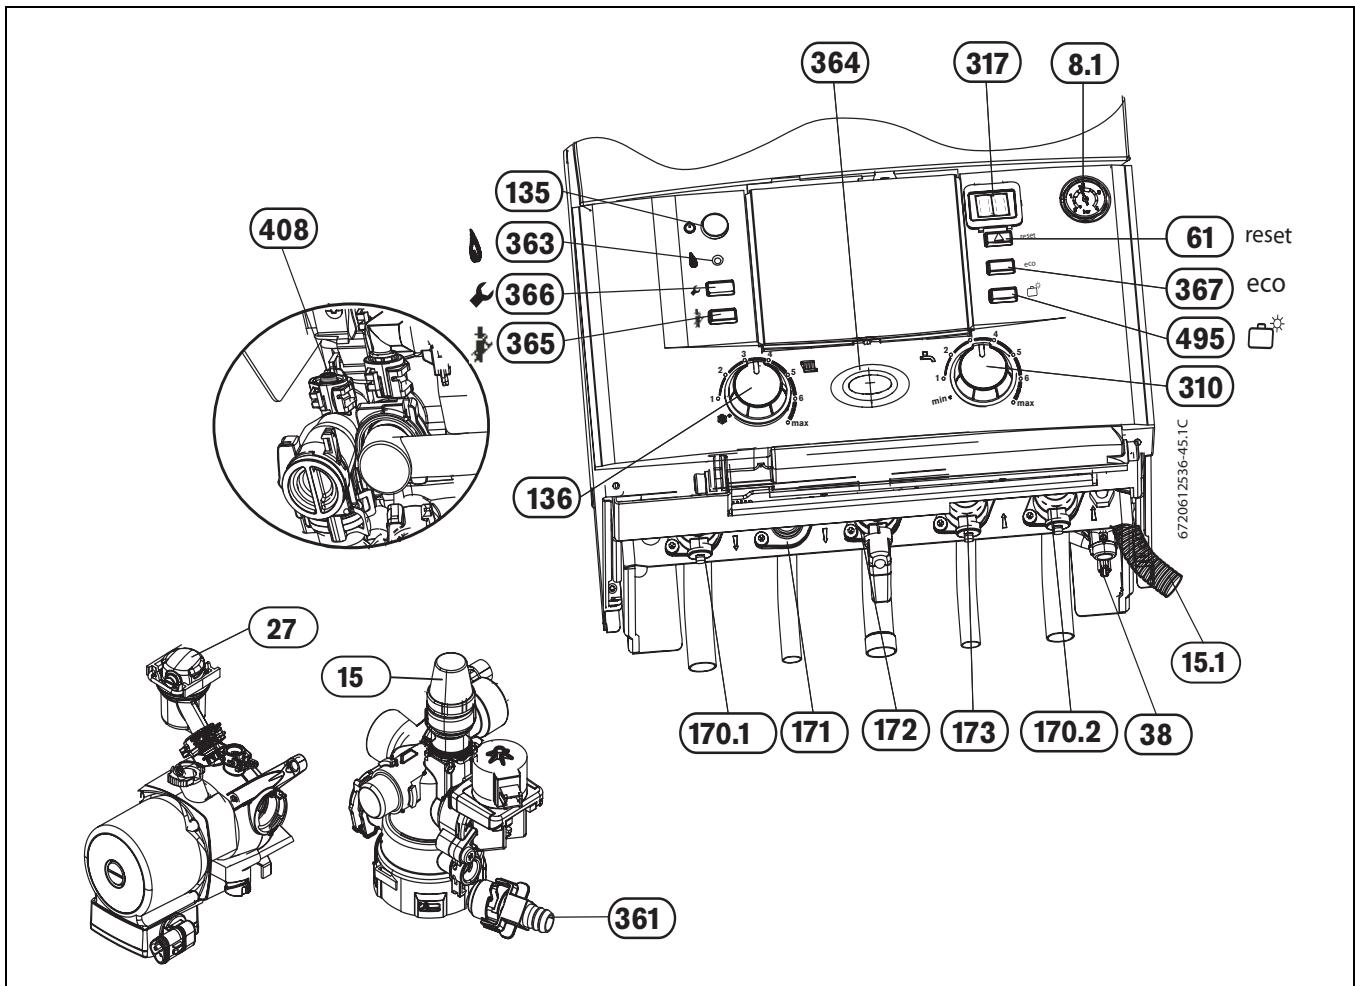

Fig. 26
- ▶ Ouvrir le robinet de départ du chauffage et le robinet de retour du chauffage (170.1 et 170.2 figure 26), remplir l'installation de chauffage à une pression comprise entre 1 et 2 bars à l'aide du robinet de remplissage (38) et fermer le robinet de remplissage.
- ▶ Ouvrir le robinet de gaz (172).